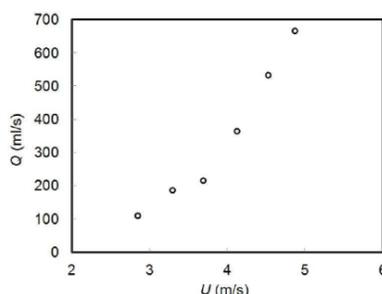

図3 気泡流量の巡回速度依存性
- 気泡流量は巡回速度と共に増加した（図3）。巡回速度の増加によって、翼上面に発生する低圧領域と大気圧との圧力差が大きくなったことで説明できる。